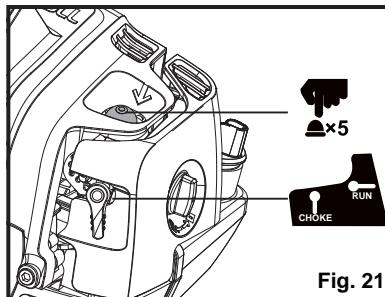

Fig. 21
- Gire la palanca de ahogue hacia la posición CHOKE (Fig. 21).